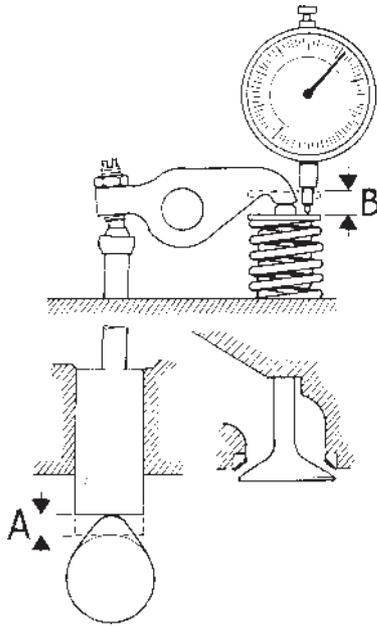

Fig. 82. Contrôle de la hauteur de levage
Pour se rendre compte de l'usure des cames, une mesure de la hauteur de levage des soupapes peut être effectuée avec un comparateur à cadran (figure 82), avec l'arbre à cames monté et en faisant tourner le moteur à la main.
2. Placer un comparateur à cadran avec la pointe posée sur la coupelle supérieure de la soupape, voir figure 82. Monter le comparateur avec une pré-contrainte de 5 mm environ.